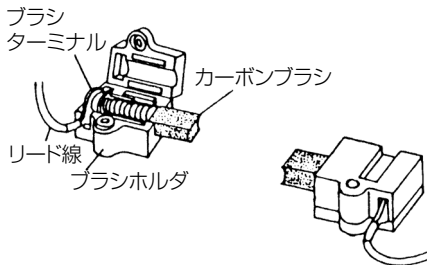

図 27
(2) 取付けは、まず図 27 のようにカーボンブラシとブラシターミナルをブラシホルダに入れます。